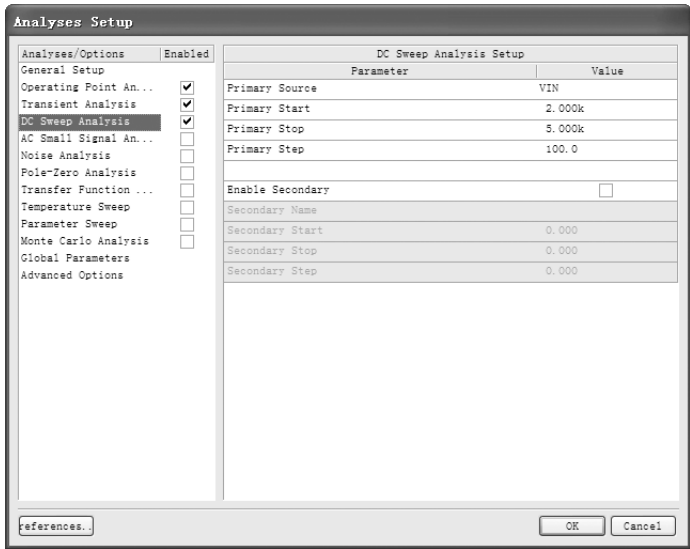

图 12-31 设置“DC Sweep Analysis”选项参数
3) 勾选“Analysis Setup”（分析/选项）列表框中的“DC Sweep Analysis”（直流扫描分析）复选框，设置“DC Sweep Analysis”（直流扫描分析）选项参数如图 12-31 所示。